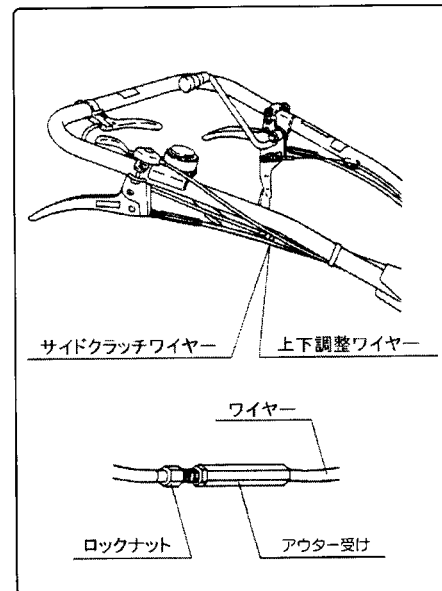

図26
- ① ロックナットをゆるめめます。(図26)
- ② アウター受けを回してハンドルの上下が移動できるように調整して、ロックナットを締めます。